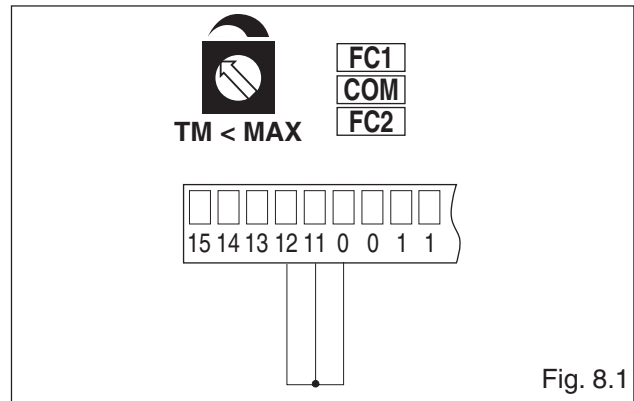

Fig. 8.1
- (Fig. 8.1) Fixer un temps de manœuvre supérieur de 2-3 s au temps réel que met le vantail (TM<MAX) et ponter les bornes 0-11-12. Avec ces liaisons, le vantail s'arrête sur la butée mécanique d'ouverture et de fermeture et, en cas de détection d'obstacle, pendant la manœuvre d'ouverture et de fermeture.